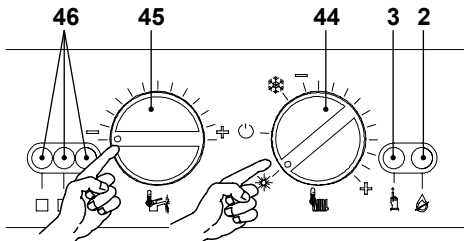
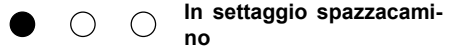
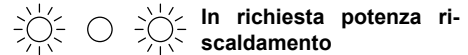

Figura 9.9
Figura 9.10
Figura 9.11
- Alimentare elettricamente la caldaia azionando l'interruttore bipolare previsto nella installazione; la lampada di segnalazione 46 in Figura 9.9 lampeggia ogni 4 secondi.
- Posizionare il selettore 44 come indicato in Figura 9.9; la lampada di segnalazione 46 lampeggia ad intermittenza circa ogni 2 secondi.
- Posizionare il selettore di funzione / manopola regolazione temperatura riscaldamento 45 come indicato in Figura 9.9
in Figura 9.9 per circa 10 secondi, la lampada di blocco 2 in Figura 9.9 inizierà a lampeggiare.
- Per settare la funzione spazzacamino le spie di segnalazione 46 in Figura 9.9 devono essere visualizzate come in Figura 9.10 (leggenda spie pag. 55)
- Ripremere il pulsante di ripristino 3 in Figura 9.9 per circa 5 secondi, la lampada di blocco 2 in Figura 9.9 si spegne, mentre le spie di segnalazione 46 in Figura 9.9 lampeggiano in maniera richiesta potenza riscaldamento Figura 9.11